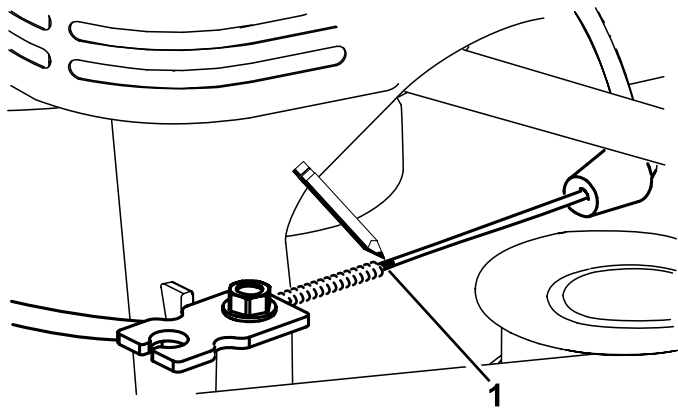
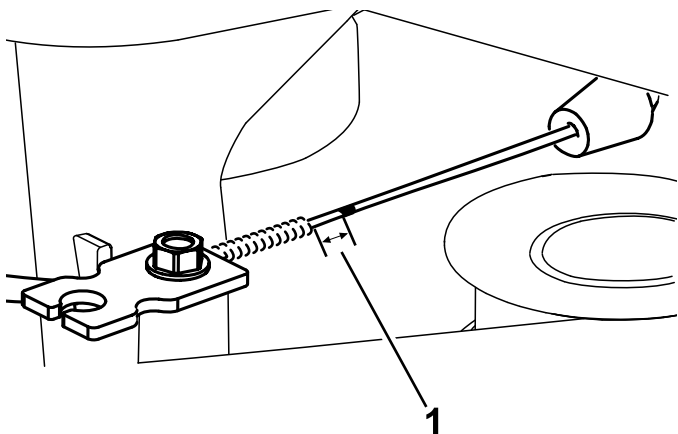

Figure 47
Figure 48
7. Marquez le câble de frein (Figure 47), puis ajustez la gaine jusqu'à obtention d'un mou de 3 mm (Figure 48).